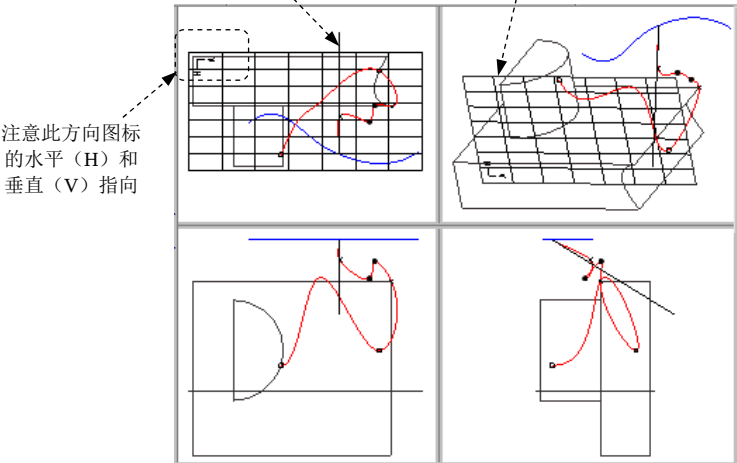

图 10.3.24 水平 (Horizontal)
- **水平** (Horizontal): 使相切指示线方向与活动平面中的水平方向保持一致,仅能改变切线长度。可单击按钮,显示四个视图,将发现相切指示线在左上视图中的方向与图标的水平(H)方向一致,如图 10.3.24 所示。